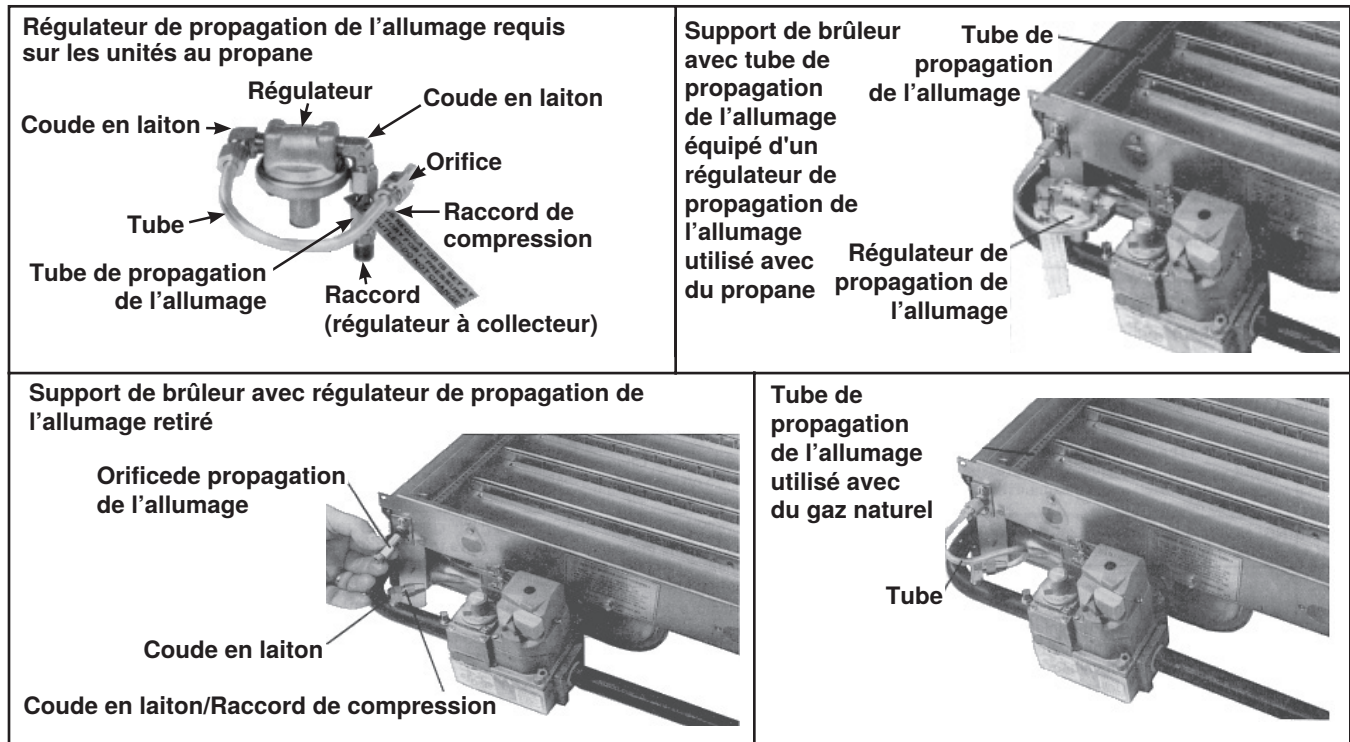

Figure 2. Composants de propagation de l'allumage
8. Installez les composants de propagation de l'allumage (voir **Figure 2**) selon les besoins.